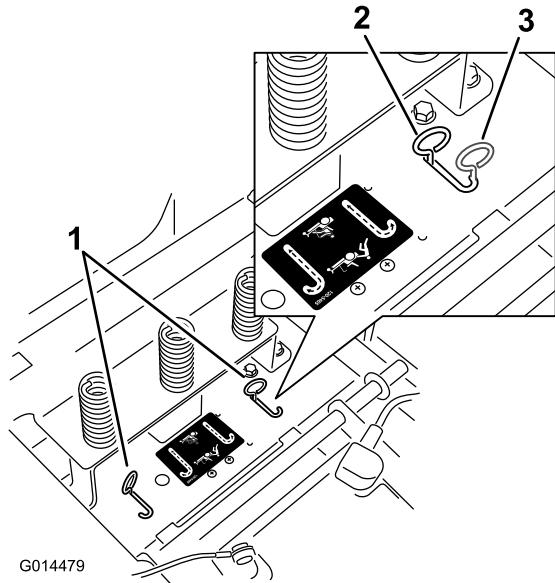

Figure 25
- Déplacez les leviers de dérivation en avant puis vers l'extérieur pour les bloquer en place comme illustré à la Figure 25 et désengager les moteurs de roues. Répétez cette opération pour chaque levier.
Déplacez les leviers de dérivation vers l'intérieur et repoussez-les dans la fente horizontale (Figure 25) pour engager les moteurs des roues.